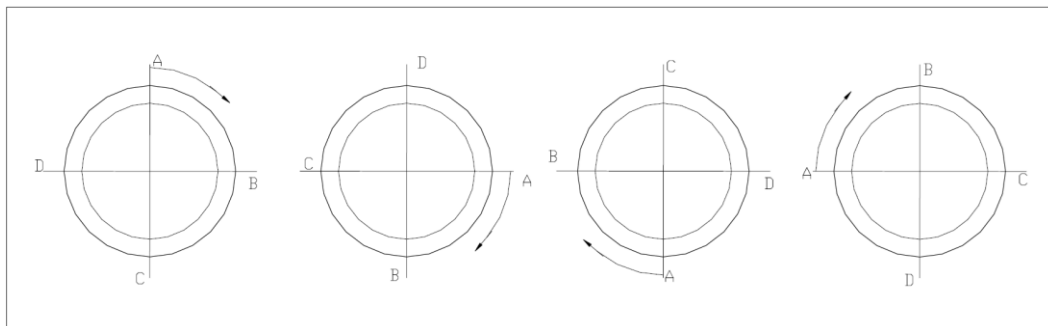

Figura 2
- cambiar la posición de la manguera con relación a la brida de la lanza, con cierta frecuencia, para evitar el desgaste localizado. (ver figura 2)